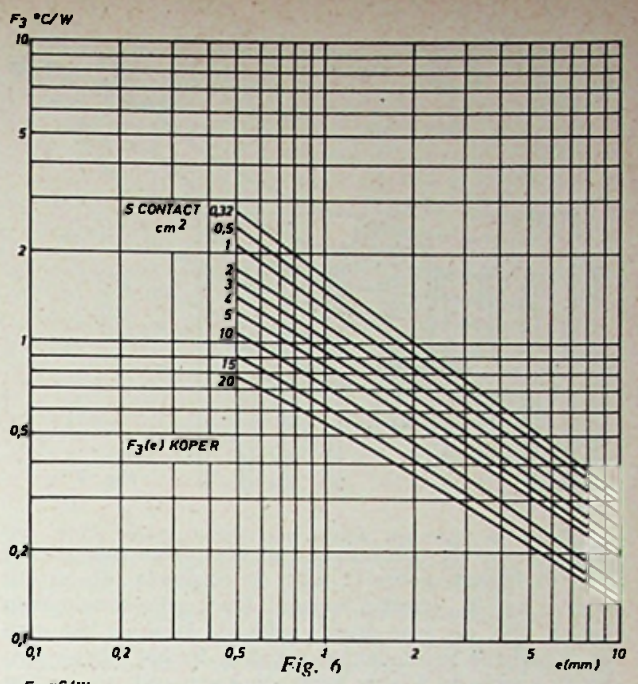

Fig. 6
Bepalen we eerst F_3 . De contactoppervlakte van de thyristor op de koelplaat is ongeveer: $\pi/4 \times (11)^2 \text{ mm}^2 \cong 1 \text{ cm}^2$. Uit de grafiek volgt dan als ongecorrigeerde $F_3 = 0,7 \text{ } ^\circ\text{C}/\text{W}$ (fig. 6). De verbeterde waarde is $F_3 = 0,7 \times 0,91 = 0,64 \text{ } ^\circ\text{C}/\text{W}$. Daarmee wordt $F_1 \cdot F_2 = 5,9 - 0,64 = 5,26 \text{ } ^\circ\text{C}/\text{W}$.